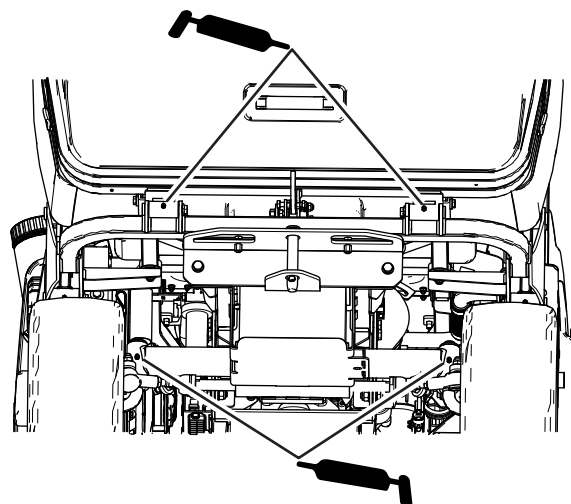

Figure 44
- Pivots de trémie et points de pivot de direction (Figure 44)